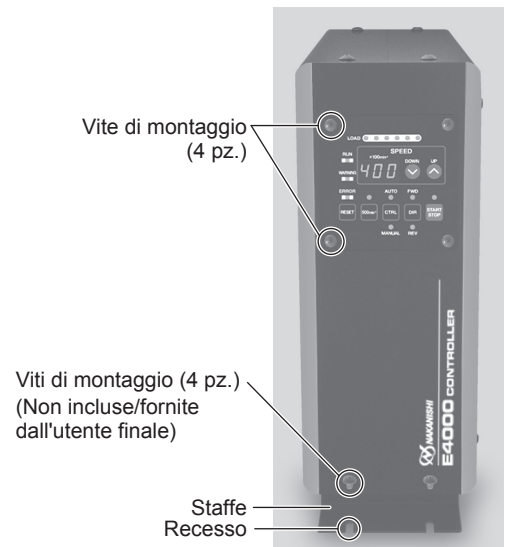

Fig. 13 Posizione verticale del pannello comandi.
- ③ **Fissare il CONTROLLER (area scanalata della staffa) alla macchina usando le viti di montaggio (8 pz. non incluse/fornite dall'utente finale). (Fig. 13).**
- ④ Se è richiesto il "Montaggio laterale" del CONTROLLER.